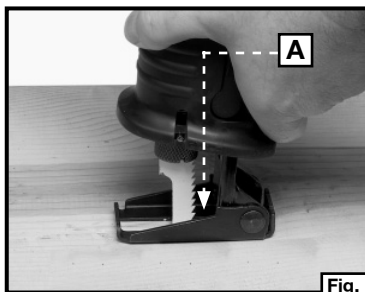

Fig. 11
La Modèle 750 sont fournis avec un soulier de guide de pivotant de Quik Change™ de keyless. La semelle (A) Fig. 11, sert de support durant la coupe. Elle pivote de sorte que la scie peut être levée progressivement à une position perpendiculaire par rapport à l'ouvrage alors que la scie est déplacée vers l'opérateur.